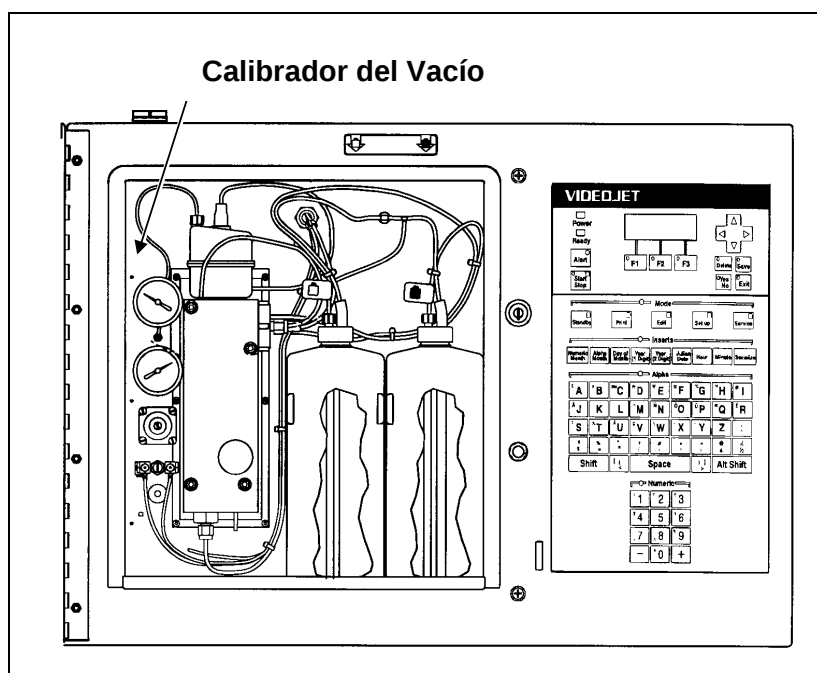

Figura 4-2. Comprobación del Calibrador del Vacío
2. ¿El calibrador del vacío registra 0 psi (0 bar)? (Consulte la Figura 4-2)